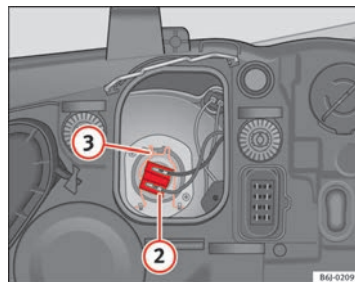

Fig. 152 Feux de croisement
- Retirez le connecteur ⇒ fig. 152 ② de l'ampoule.
- Décrochez le ressort entrebâilleur ⇒ fig. 152 ③ en le pressant vers l'intérieur et vers la droite.